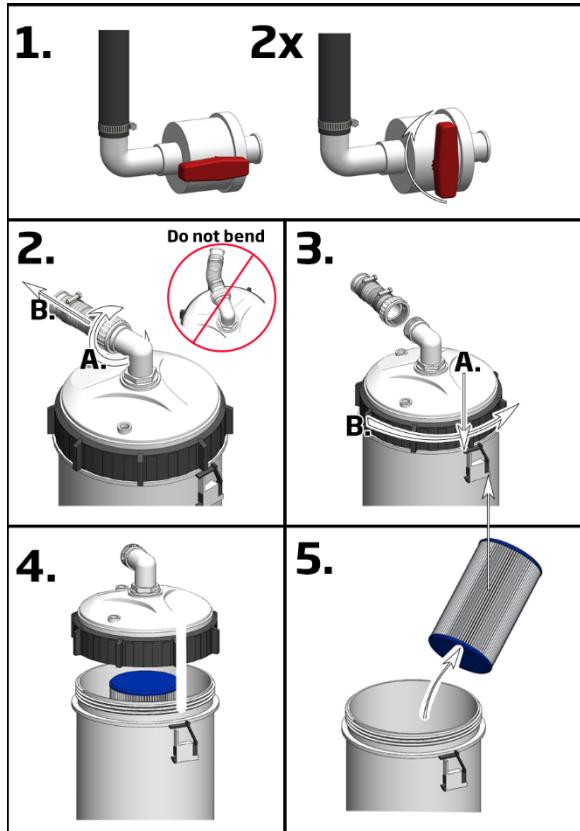

Bild 7 - Avlägsna patronen
2. Stäng ventilerna (2 st.), (1./ Bild 7)
5. Öppna snabbkopplingen på utloppsslansen (2.-3. / Bild 7)
6. Lossa låsringen genom att först varsamt trycka ned den svarta låsklämman och sen skruva låsringen moturs, den kan vara trög att lossa. (3./ Bild 7)
7. Öppna locket, kan sitta hårt (4./ Bild 7)
8. Avlägsna filterpatronen och rengör höljet vid behov (5./Bild 7)